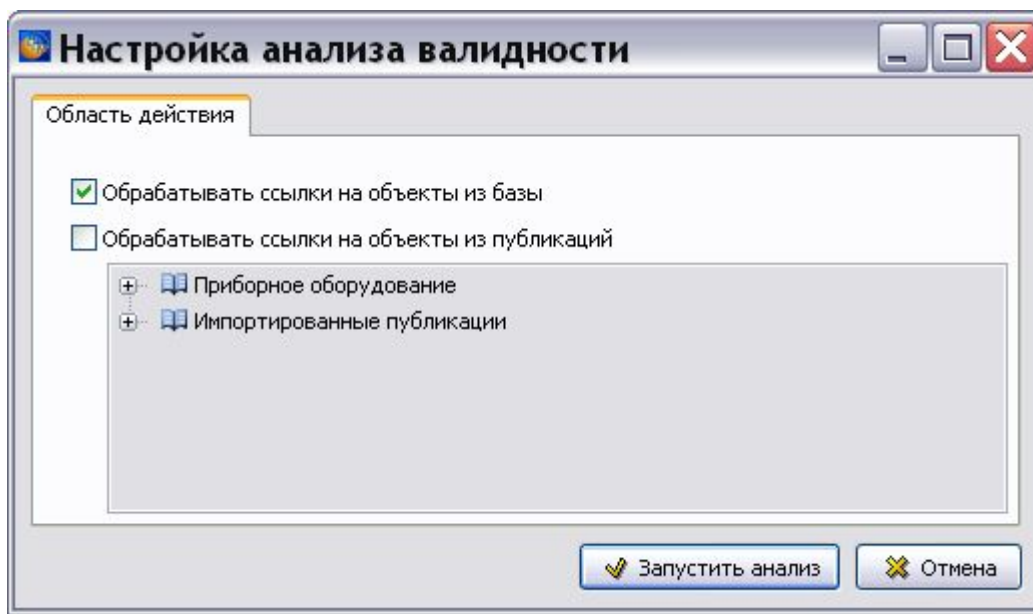

Рис. 8.124
3. Нажмите на кнопку **Применить**. После этого откроется окно **Настройка анализа валидности** (Рис. 8.124).